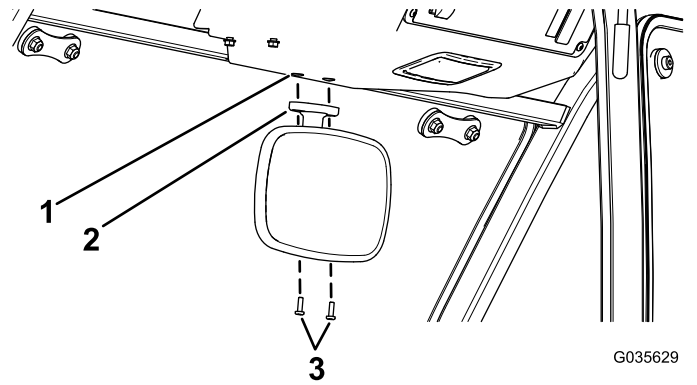
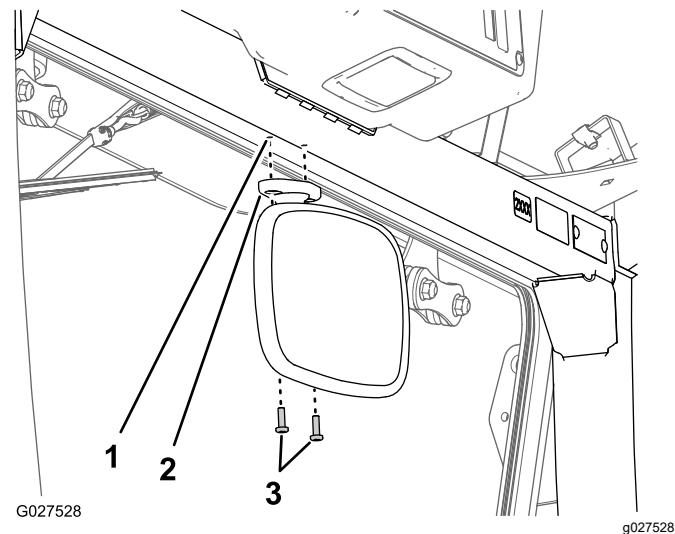

Figura 3
Figura 4
2. Allineate i fori del supporto per lo specchietto con i fori nel telaio superiore della cabina (Figura 3 o Figura 4).
3. Montate lo specchietto sul telaio della cabina con le 2 viti Phillips (n. 10 x 5/8"), come illustrato nella Figura 3 o nella Figura 4.